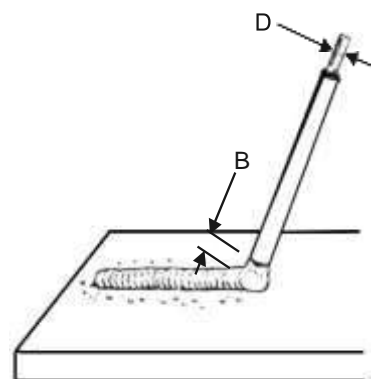

Fig. 4
**3.- Arco Largo (Fig. 4).** Es cuando la distancia "B" es mayor que el diámetro del alma del electrodo. No se aplica para soldaduras, en este caso resultan deficientes con muchas proyecciones, con electrodos celulósicos se practican cortes de emergencia en planchas, platinos y tuercas en sitios apartados donde no se cuenta con equipos oxicorte.